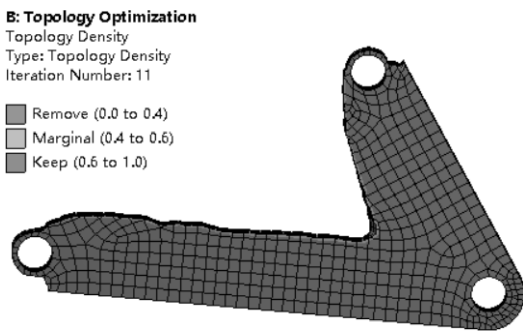

图 12-99 托架结构拓扑密度分布云图
(1) 在 Multiple System-Mechanical 标准工具栏中单击  Solve 进行求解运算。
(2) 运算结束后，单击【Solution (B6)】→【Topology Density】，图形区域显示拓扑优化得到的托架结构拓扑密度分布云图，如图 12-99 所示。也可通过设置【Details of “Topology Density”】→【Visibility】→【Show Optimized Region】= All Regions，显示整个区域。